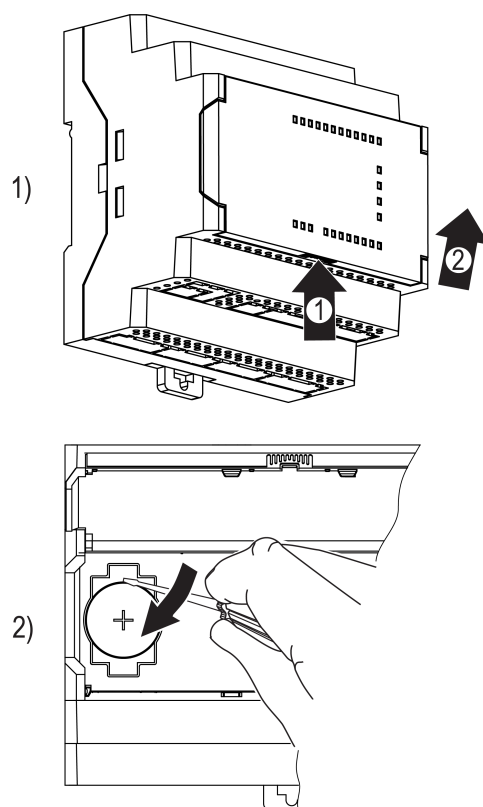

Abb. 8.1 Batteriewechsel
1. Halten Sie die gerippten Stelle fest (siehe Abb. 8.1, 1, Pfeil 1) und öffnen Sie die Frontabdeckung (Pfeil 2).
Fassen Sie den Akku auf der rechten Seite mit einem Schraubzieher an und ziehen Sie den aus der Halterung (siehe Abb. 8.1, 2).